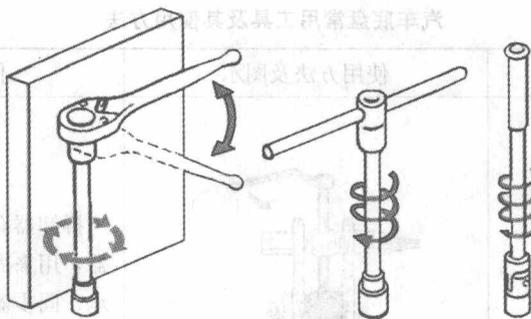

图 1-1-2 套筒扳手使用方法
(2) 根据工作进行的速度选择工具。套筒扳手的好处在于它能够旋转而不需要重新调整。这就可以迅速转动螺栓/螺母。套筒扳手可以根据所装的手柄以各种方式工作（见图 1-1-2）。